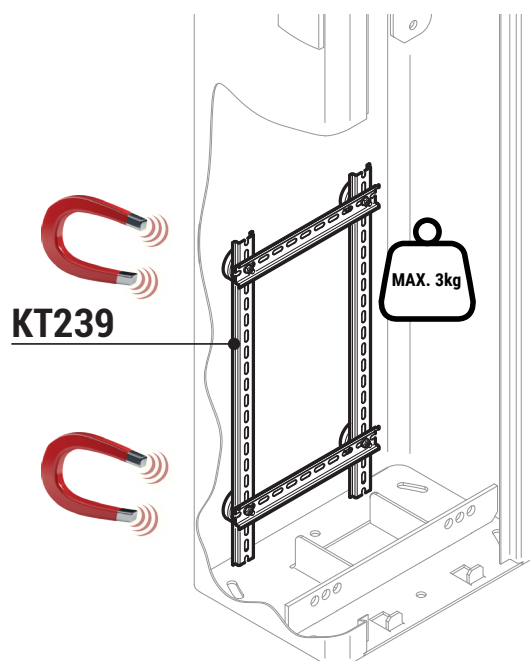

Fig. 4
3. Fissare le barre DIN all'interno dell'armadio della barriera, andando in appoggio sul fondo (fig. 4). Le barre sono provviste di elementi magnetici per una più pratica e veloce installazione.
3. Befestigen Sie die DIN-Stangen im Schrank des Schrankens, indem Sie diese am Boden ansetzen (Abb. 4). Die Stangen sind für eine praktische und schnelle Installation mit Magnetelementen ausgestattet.
3. Fije las barras DIN dentro del armario de la barrera, apoyándolas sobre el fondo (fig. 4). Las barras van dotadas de elementos magnéticos que sirven para facilitar su instalación.
3. Fasten the DIN rails inside the barrier cabinet, resting on the bottom (fig. 4). The bars are equipped with magnetic elements for a more practical and faster installation.
3. Fixer les rails DIN dans l'armoire de la barrière, de manière telle qu'ils reposent sur le fond (fig. 4). Les rails sont dotés d'éléments magnétiques pour une application plus pratique et rapide.